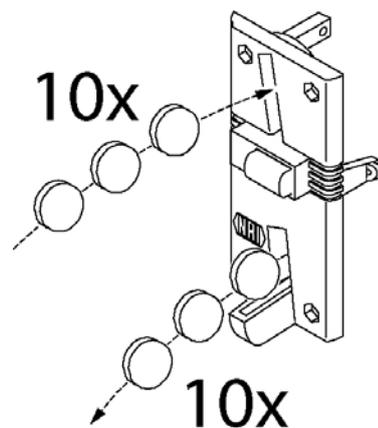

Fig. 22
2. Mindestens 10x ein Token einwerfen (Abb.22) (nicht 10x dasselbe). Nach Einwurf der 10 Münzen zieht die Blockierspule (innen) einmal an.